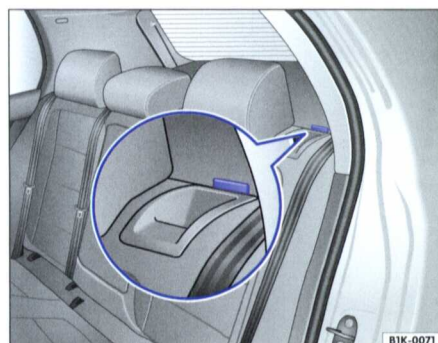

Fig. 61 Verrouillage du dossier de la banquette arrière
– Relevez le dossier vers l'arrière et poussez-le fermement pour qu'il s'enclenche dans le verrouillage. Le repère rouge ne doit pas être visible ⇒ fig. 61.